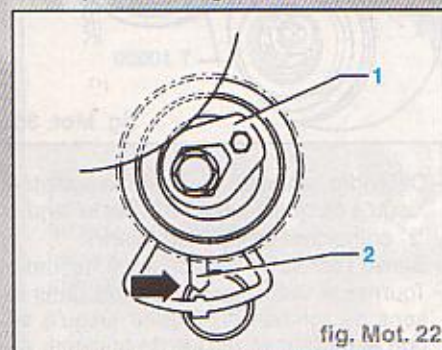

fig. Mot. 22
• tendre ensuite la courroie crantée en tournant le galet-tendeur dans le sens inverse d'horloge à l'aide d'une clé mâle coudée que l'on engage dans l'entraînement à six pans "1" jusqu'à ce que le taquet "2" se positionne en face de l'ergot-repère de l'étrier (fig. Mot. 22)